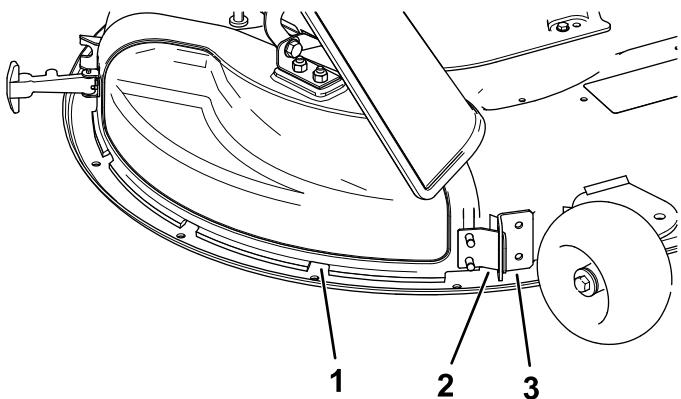

**Bild 12**
3. Lösen Sie den flexiblen Riegel vom Riegelhalter an der Auswurfkanalabdeckung und schwenken Sie die Auswurfkanalabdeckung nach rechts (Bild 12).
6. Haken Sie zum Befestigen der Auswurfkanalabdeckung am Mähwerk den flexiblen Riegel an der Auswurfkanalabdeckung im Halter am Mähwerk ein (Bild 12).